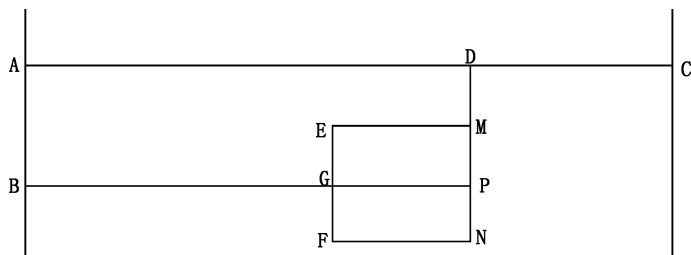

图 15-35 绘制结构线路图
(1) 单击“默认”选项卡“绘图”面板中的“多段线”按钮，依次绘制各条直线，得到如图 15-35 所示的结构线路图。图中各直线段的长度分别如下： $AB = 34$ ， $AD = 135$ ， $DC = 55$ ， $BG = 100$ ， $EM = 34$ ， $EG = 15$ ， $GP = 34$ ， $MP = 15$ ， $GF = 15$ ， $FN = 34$ ， $PN = 15$ ， $DM = 19$ 。